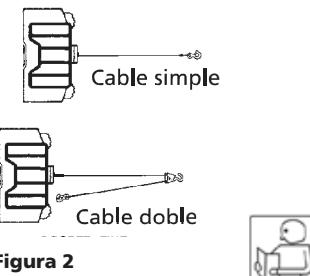

Figura 2
- La máxima capacidad de carga de trabajo se encuentra en la capa de cable metálico más cercana al tambor. NO EXCEDA LA CARGA PERMISIBLE. NO INTENTE REALIZAR TIROS PROLONGADOS BAJO CARGAS PESADAS. La sobrecarga puede dañar el cabrestante y/o el cable metálico y así crear condiciones de operación riesgosas. PARA CARGAS QUE EXCEDAN EL 50% DE LA CAPACIDAD NOMINAL, RECOMENDAMOS EL USO DE UNA POLEA DIFERENCIAL OPCIONAL PARA FORMAR UN CABLE METÁLICO DOBLE (Figura 2). Esto reduce la carga en el cabrestante y el esfuerzo en el cable metálico en aproximadamente 50%. Sujete el gancho a la parte que lleva la carga. **El motor del vehículo debe estar encendido mientras el cabrestante está en funcionamiento.** Si se hace funcionar el cabrestante de manera considerable con el motor apagado, es posible que la batería no tenga la fuerza suficiente para volver a encender el motor.